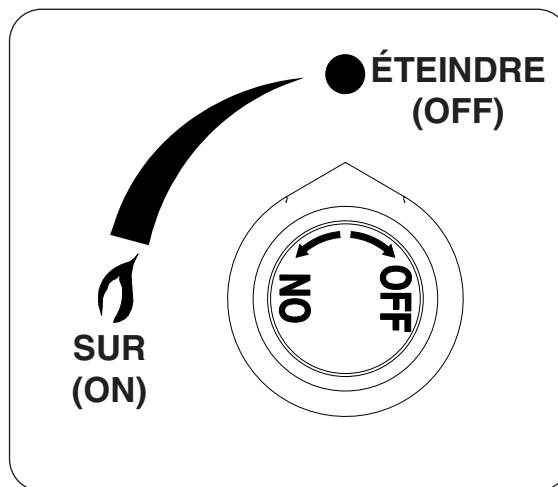

Fig. 42-2
- 4. **Une fois la flamme en position**, tournez le bouton de commande dans le sens inverse des aiguilles d'une montre sur la position **ON (sur)**, appuyez et maintenez la position pendant 15 secondes (voir Fig. 42-2). Votre brûleur devrait s'allumer dans un délai de 5 secondes.
Pour éteindre votre brûleur à gaz, tournez le bouton de commande du gaz dans le sens des aiguilles d'une montre jusqu'à la position **OFF (éteindre)** (voir Fig. 42-2). Veillez à ce que le bouton de commande soit éteint entièrement pour éviter toute fuite de gaz.